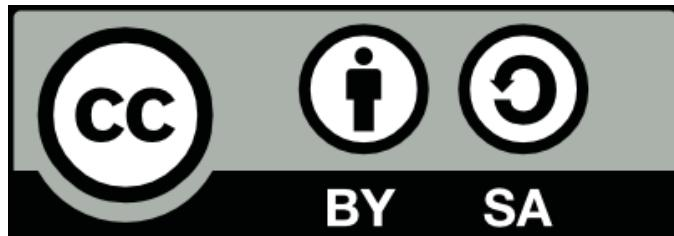

Abbildung 11.1: Symbol für eine typische Creative Commons-Lizenz
Eine typische Creative Commons-Lizenz verwendet verschiedene Symbole als Logo, um zu kennzeichnen, worum es sich handelt, und was gesetzlich damit erlaubt ist. Die in Abbildung 11.1 gezeigte Creative Commons-Lizenz (CC) beispielsweise gestattet Ihnen, die davon abgedeckte Arbeit zu kopieren, zu verteilen und zu übertragen, die Arbeit anzupassen und sie gewerblich zu nutzen.